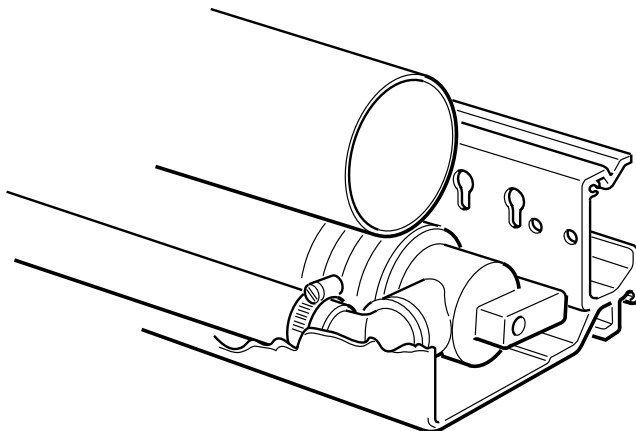

Bild 20. Tryckröret avskapat
6. Kapa tryckröret enligt markeringen, jfr bild 20